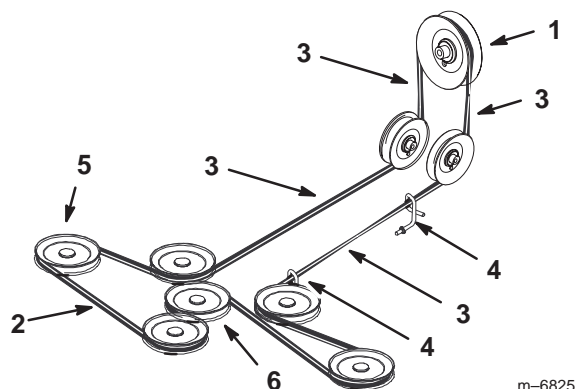

Figure 72
6. Installez la courroie neuve autour des poulies d'axe et de la poulie de tension du plateau de coupe, dans les guides de courroie, dans l'ensemble bras de tension arrière et l'embrayage (Fig. 72).
Important Vérifiez le vrillement de la courroie entre les poulies. Il doit être conforme aux spécifications de la Figure 72.